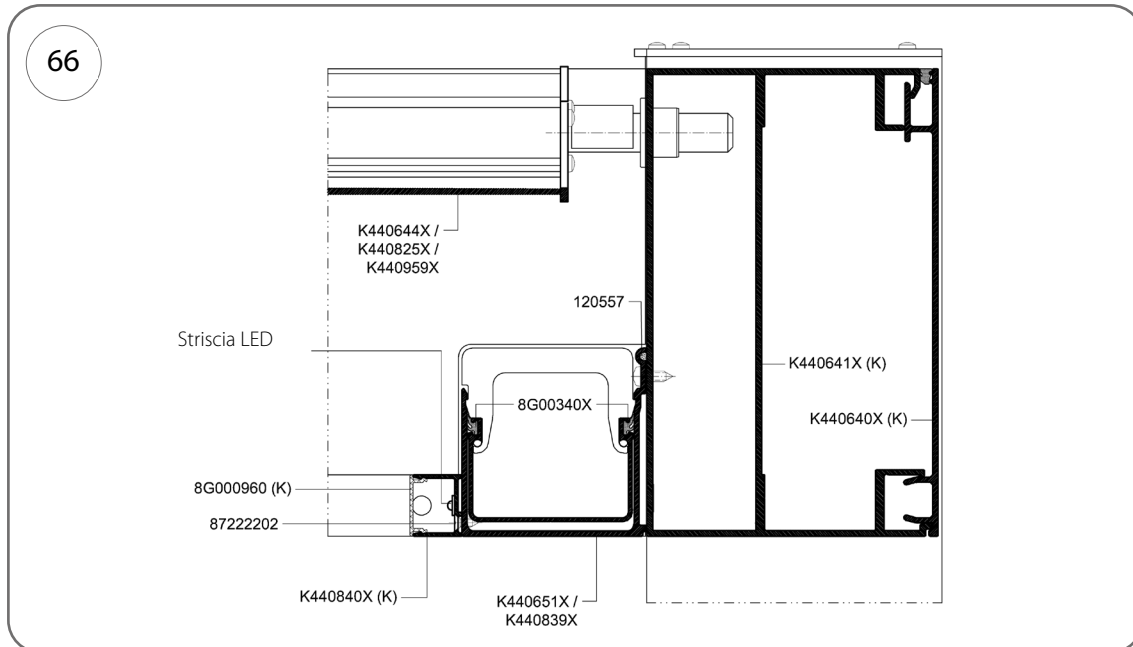
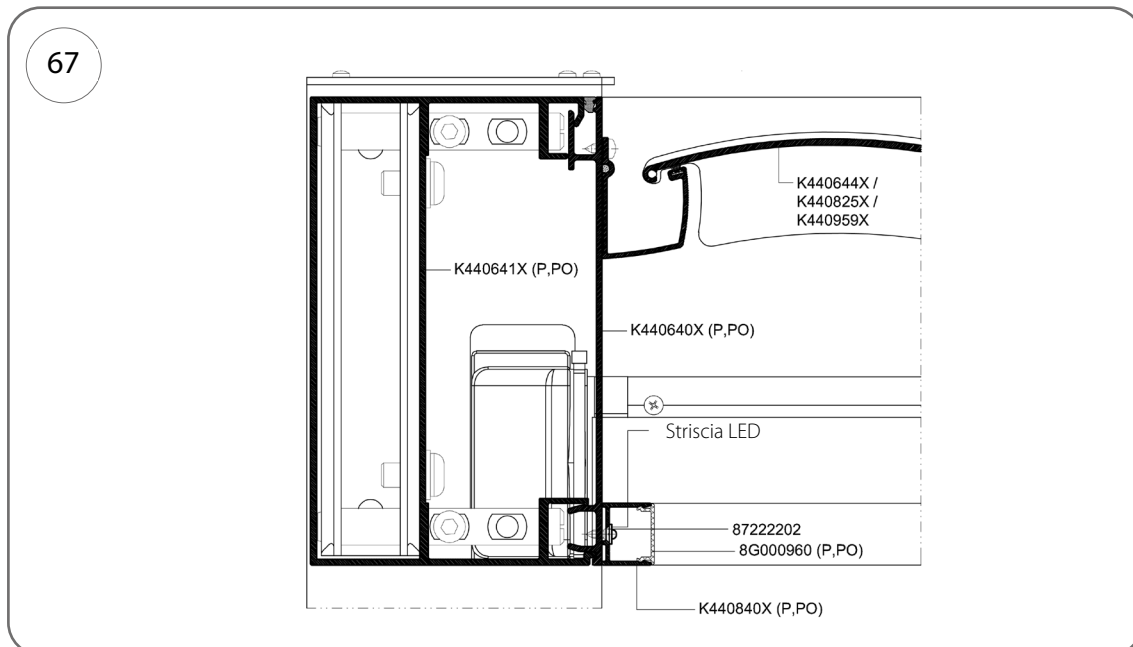

Fig. 66
Fig. 67
1. Avvitare alla copertura del correntino (cod. art. K440640X) (Fig. 66) e all'alloggiamento della grondaia (cod. art. K440651X o K440839X) (Fig. 67) il profilo LED, cod. art. K440840X, utilizzando viti da 3,5 x 9,5 mm, n. cat. 87222202.